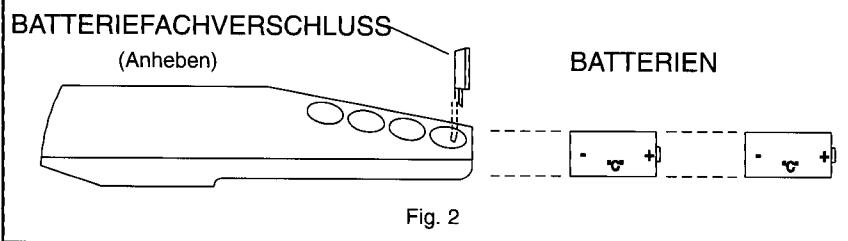

Fig. 2
1. Zum Einsetzen der Batterien den Verschluß des Batteriefachs unten am Gerät wie gezeigt herausschieben, und Batterien einlegen. Der positive Pol muss rückwärts, gegen verschluß, zeigen. (siehe Abb. 2).